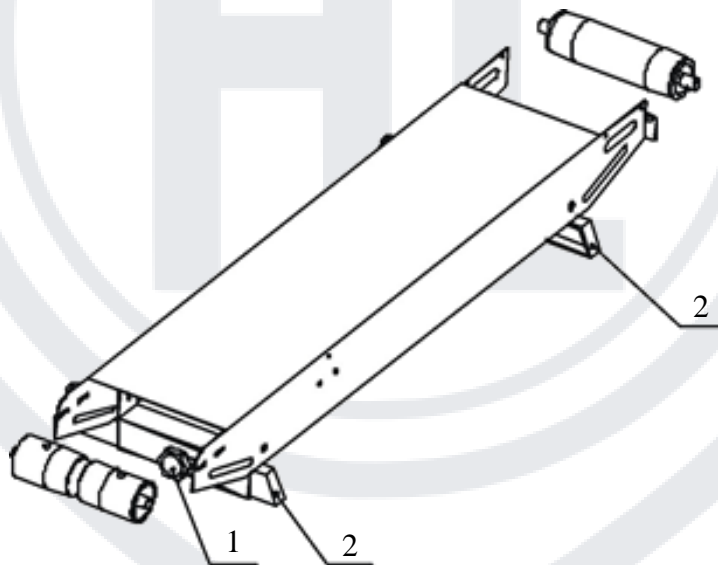

Рис. 6
- б) Поперечная регулировка конвейерной стола: ослабьте две гайки (1) с обеих сторон. На подпорках есть три отверстия для позиционирования стола (2). Просто вставьте болт с квадратной головкой в то отверстие, которое Вам подходит, и закрепите. (Рис.6)